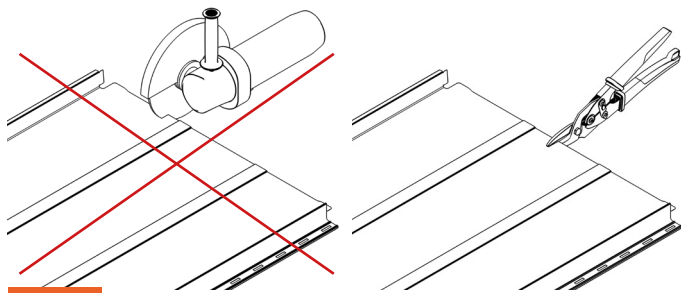

Рис. 2
3. Нельзя резать панель углошлифовальной машиной (рис. 2).